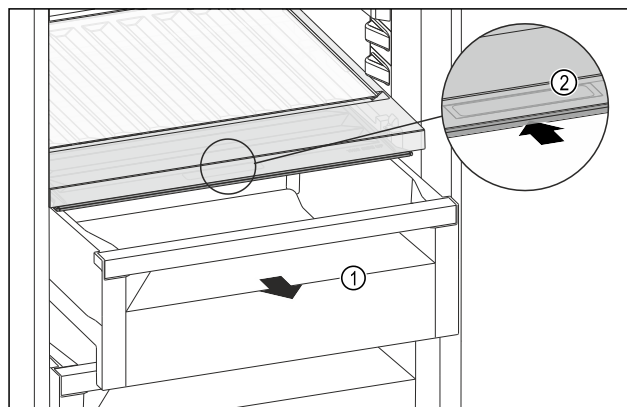

Fig. 171
- Dra ut utdragslådan Fig. 171 (1).
- Ta tag i fördjupningen Fig. 171 (2) på facklocket och skjut samtidigt facklocket bakåt.